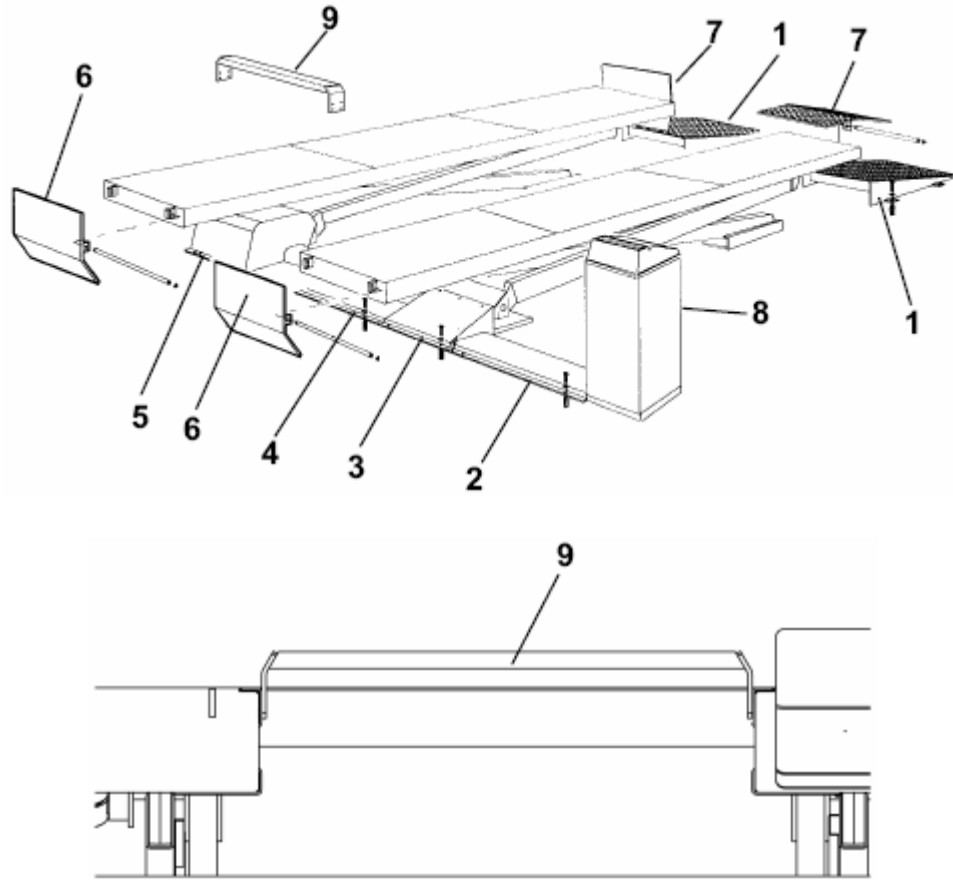

Рис. 35
К Рис. 35. Установите въездные рампы (1) и, используя отверстия в скобах в качестве шаблона, просверлите 12-мм отверстия на глубину 80 мм. Вставьте соответствующие болты и крепко затяните их.
К Рис. 35 – Установка противооткатных устройств (7-6).